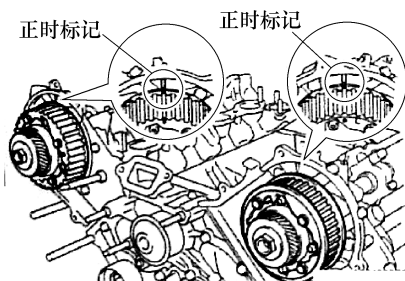

图 1-24 对准正时标记
① 转动凸轮轴的六角头部位, 以将凸轮轴正时带轮和正时带盖的正时标记对准, 如图1-24所示。